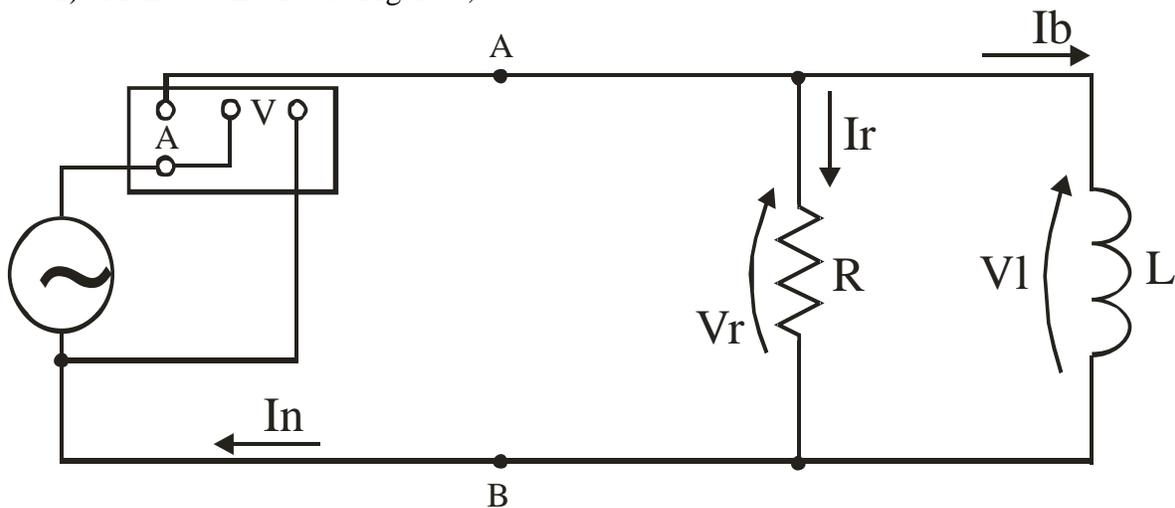

Figura 3: Circuito RL paralelo com baixo fator de potência.
- h) Monte o circuito da Figura 3;
- k) Meça no wattímetro a potência ativa W_3 consumida pelo circuito da Figura 3;
- ix) Apresente a segunda montagem realizada (circuito da Figura 3), e os dados de corrente, tensão e potência medidos neste circuito;
- x) Repita os itens de iii) a v) para o circuito da Figura 3 (note que as resistências têm um comportamento não linear, e portanto os valores de **R1** e **R2** podem diferir daqueles obtidos no item iii);